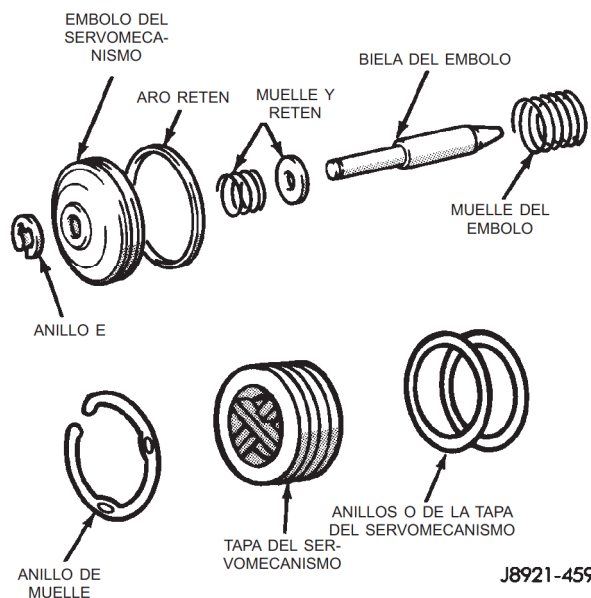

Fig. 75 Componentes del servofreno de rodadura libre en segunda
- (4) Retire y deseche el sello y los anillos O del émbolo y la tapa (Fig. 75). Inspeccione el anillo E, el émbolo, el muelle y el retén, la biela de émbolo y el muelle de émbolo. Reemplace las piezas desgastadas o dañadas.